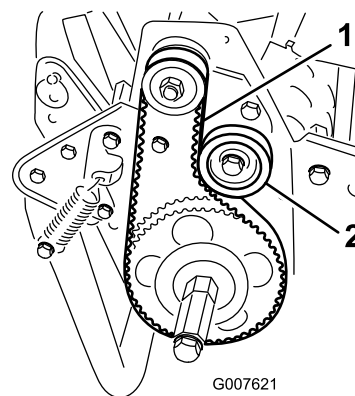

Рисунок 44
2. Проверьте натяжение, приложив к ремню посередине между шкивами (Рисунок 44) усилие 18–22 Н.
- А. Ослабьте крепежную гайку натяжного ролика и поджимайте натяжной ролик по часовой стрелке к обратной стороне ремня, пока не будет достигнуто требуемое натяжение ремня (Рисунок 44).